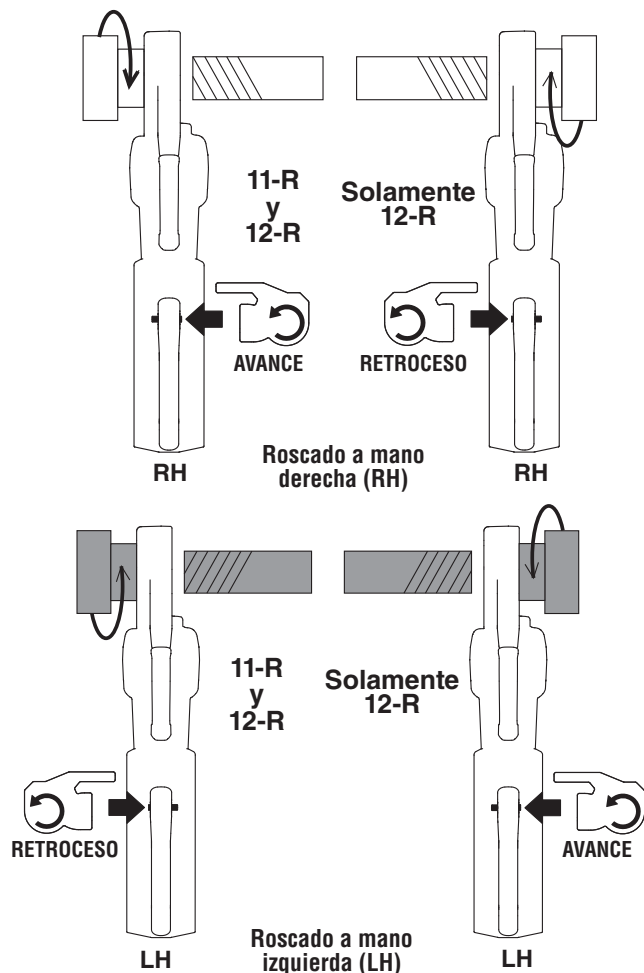

Figura 9 – Orientación del interruptor corredizo de avance y retroceso en el cabezal roscador.
7. Coloque el interruptor corredizo F/R del accionamiento motorizado en posición de avance o de retroceso, según quiera una rosca a mano derecha o a mano izquierda. *Vea la Figura 9.*
- a. Deslice el interruptor corredizo hacia la posición de rotación en avance (F). Cuando se coloca la terraja desde el lado izquierdo (frente) de la máquina, esto produce roscas a mano derecha.